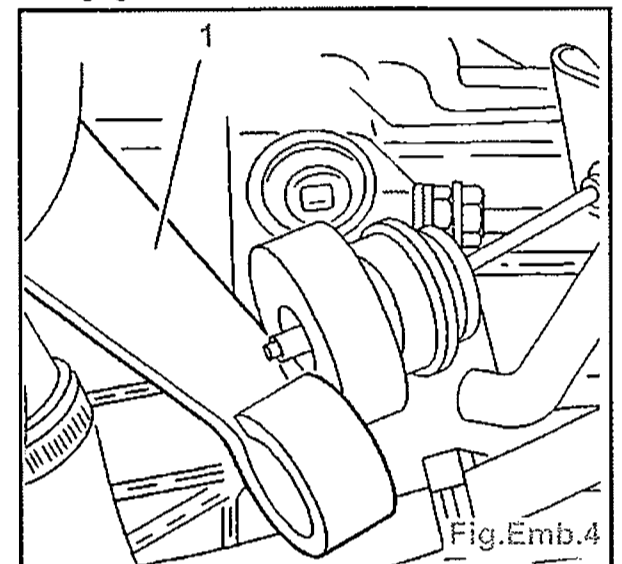

Fig.Emb.4
- Dégager le câble du levier (1) (Fig.Emb.4).